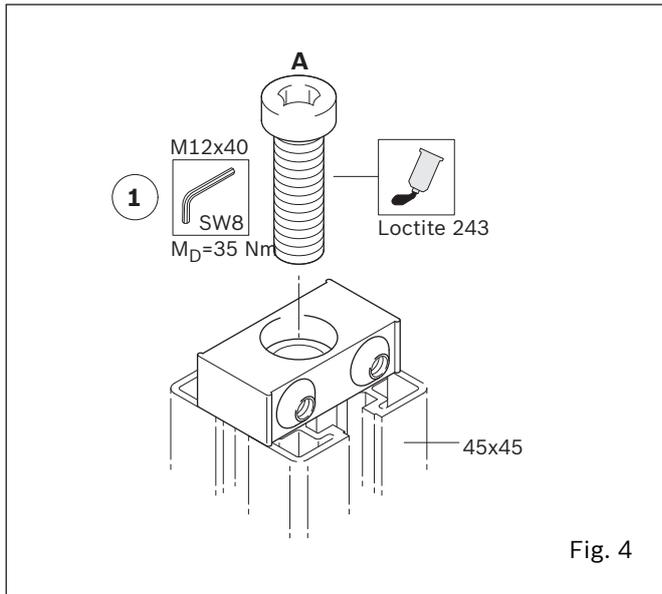

Fig. 4
- mit Innensechskantschraube M12x40 (Fig. 4, A) stirnseitig auf Profil 45x45 schrauben
- montare con vite brugola M12x40 (Fig. 4, A) frontalmente sul profilato 45x45
- screw the connection piece onto the end of the 45x45 profile using hex-socket screw M12x40 (Fig. 4, A)
- atornillar el tornillo hexagonal interior M12x40 (Fig. 4, A) parte frontal sobre el perfil 45x45
- à visser à l'aide d'une vis à six pans creux M12x40 (Fig. 4, A) face à face au profilé 45x45
- aparafusar a peça de conexão frontalmente ao perfil 45x45 com parafuso sextavado interno M12x40 (Fig. 4, A)